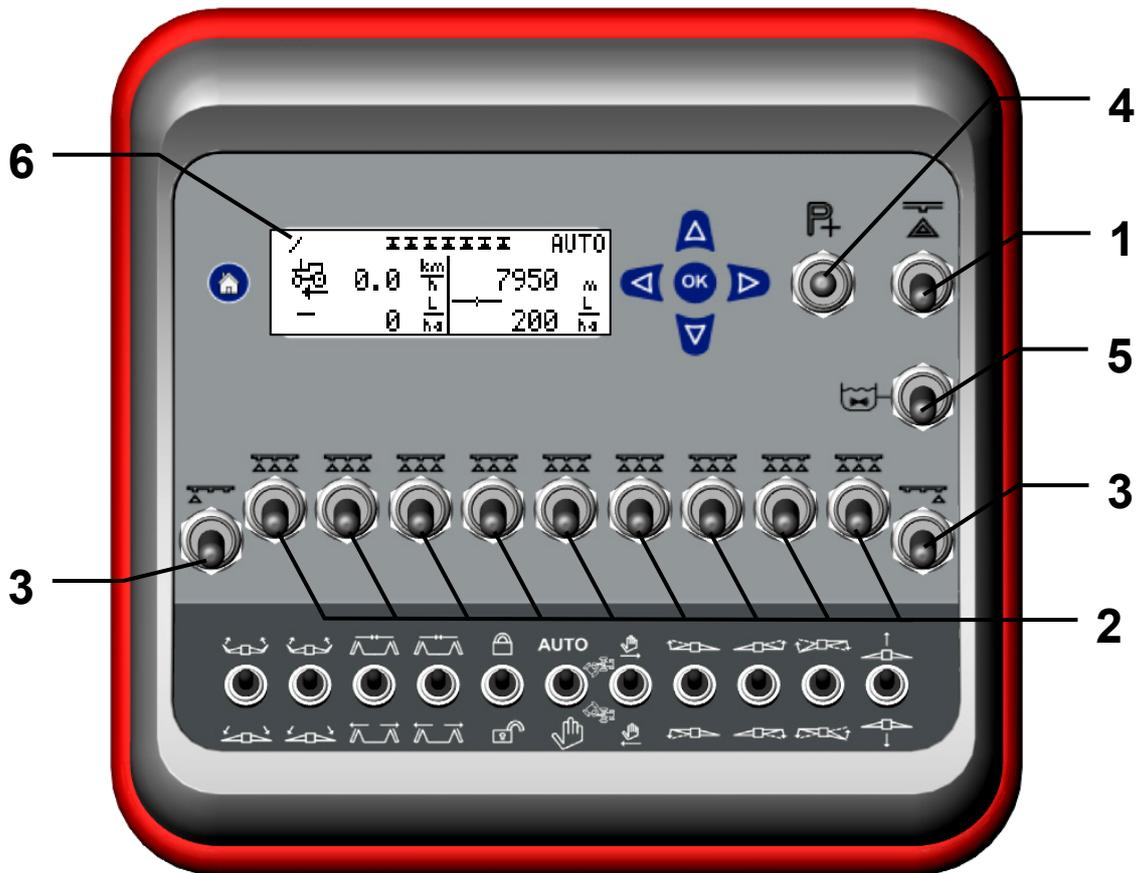

Рис. 1
Указание: Если мешалка включена, то это можно определить на вращающейся стреловидной полоске (6) дисплея вверху слева (*главное меню, дисплей 1*) (рис.1) пульта управления.